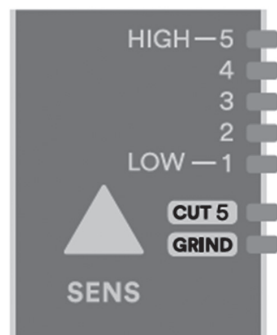

図 6
切断作業用モードは遮光度を常に5で固定し、ガス切断などの際に使用します。研磨作業用モードは遮光度を常に3で固定し、研磨作業などの際に使用します。研磨作業用モードや切断作業用モードにするには、CUTやGRINDの設定になるまでSENSボタンを繰り返し押してください（図6）。研磨作業用モードや切断作業用モードを終了するには、お好みの感度設定になるまでSENSボタンを繰り返し押してください。CUTやGRINDに設定されている間は、LEDが8秒ごとに点滅し、使用者に注意を促します。
- a. 現在の感度設定を確認するには、SENSボタンをすばやく押して離します（図6）。設定中のLEDが点滅します。感度を変更するには、SENSボタンを繰り返し押して、点滅しているLEDを求める感度まで移動させてください。